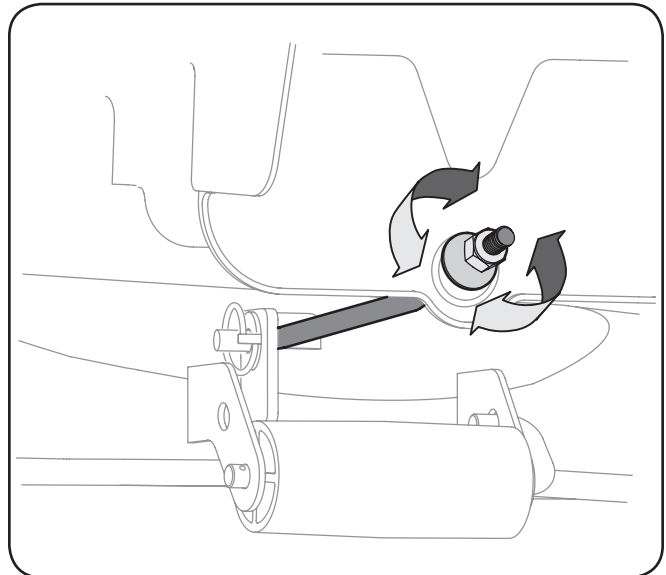

Figura 6-5
1. Para levantar la parte delantera de la plataforma, apriete (rosca hacia adentro) la tuerca hexagonal contra el soporte de suspensión delantera. Véase la Figura 6-5.
2. Para bajar la parte delantera de la plataforma, afloje (rosca hacia afuera) la tuerca hexagonal, alejándola de la ménsula de suspensión frontal. Véase la Figura 6-5.